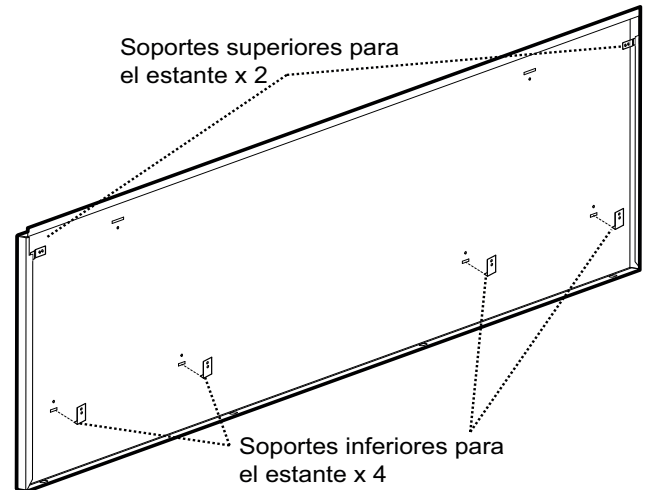

Figura 13: 48 Pulg Dorso de la placa mural
5. Instale la placa mural colocando las muescas de las esquinas (dorso de la placa mural) encima de los dos soportes superiores del estante. Deslice el accesorio del estante hacia arriba hasta que la parte inferior se enganche en los soportes inferiores (*Figura 13*).